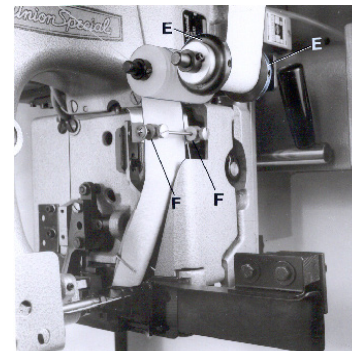

Fig. 24A
Assemble the guide rollers for the adhesive tape and the bag guide rail as shown on page 52. Set the collars (E, Fig. 24A) on the front guide roller and the collars (F) on the folder to the width of the used adhesive tape. Insert the adhesive tape as shown in Fig. 24A.
Montieren Sie die Führungsrollen für das Klebeband und die Sack-Leitschiene wie auf Seite 52 gezeigt. Stellen Sie die Stellringe (E, Fig. 24A) auf der vorderen Führungsrolle und die Stellringe (F) am Apparat auf die Breite des verwendeten Klebebandes ein. Legen Sie das Klebeband wie in Fig. 24A gezeigt ein.